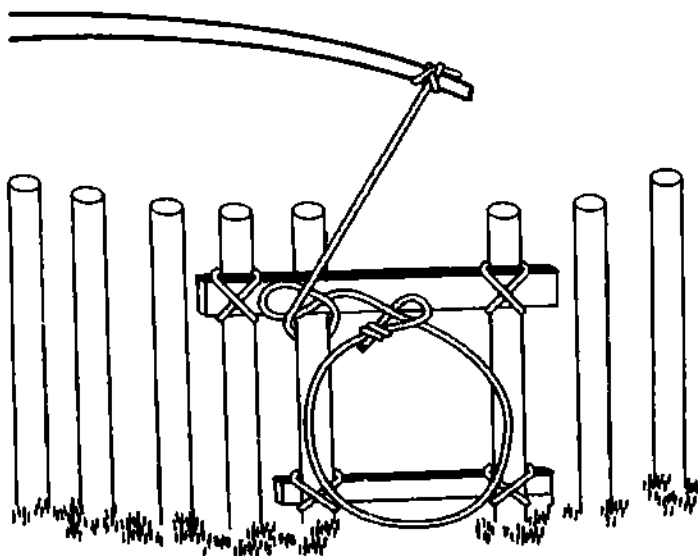

Рис. 583. Использование самозатягивающегося полуштыка в по-
**Самозатягивающийся полуштык** находит очень широкое применение не только у моряков. Из-за своей простоты и моментального развязывания им с незапамятных времён пользуются охотники, применяя его в ловушках (рис. 583).